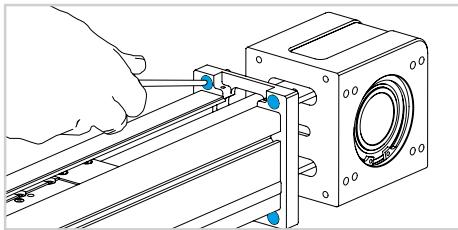

図 14
- 14)4 本のネジを緩め、駆動ヘッドをプロファイルから取り外します(図 14)。